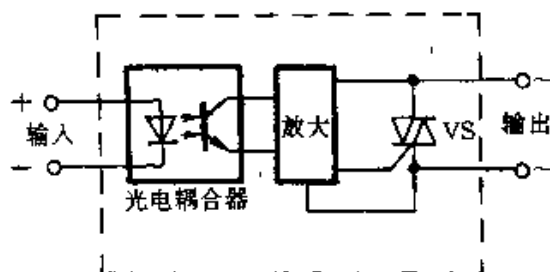

图 2-268
③ 双向晶闸管可以用作无触点交流开关。图 2-268 所示为交流固态继电器电路,当其输入端加上控制电压时,双向晶闸管 VS 导通,接通输出端交流电路。